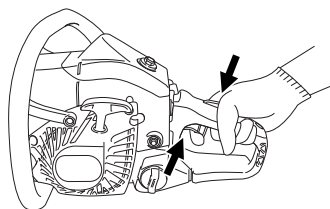

Fig. 14
6. Après avoir démarré le moteur, tirez complètement sur le levier de la manette des gaz puis relâchez-la immédiatement. (Fig. 14)